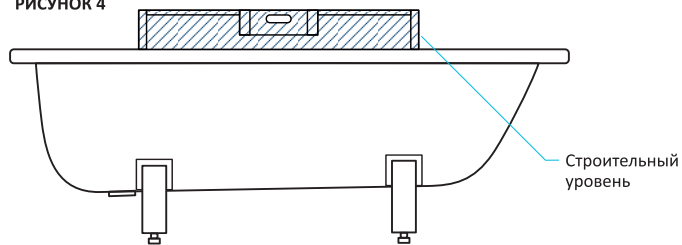

РИСУНОК 5 Установка уравнивателя электрического потенциала с корпусом ванны через болт М6 в скобе крепления ванны
12. С целью обеспечения электробезопасности ванну необходимо заземлить: соединить корпус ванны (болт М6 в скобе крепления ванны, см. рис.5) с металлической водопроводной трубой с помощью уравнивателя электрических потенциалов. Для выбора подходящего уравнивателя электрических потенциалов обратитесь в местный специализированный магазин.